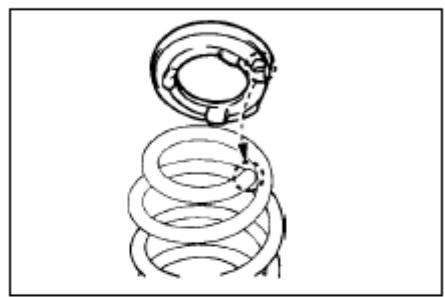

Рис. 208
- (1) Установите верхнюю прокладку, зазор должен оказаться справа от витой пружины(рис. 208)
- (2) Установите нижнюю прокладку и установите левую пружину на заднюю ось.